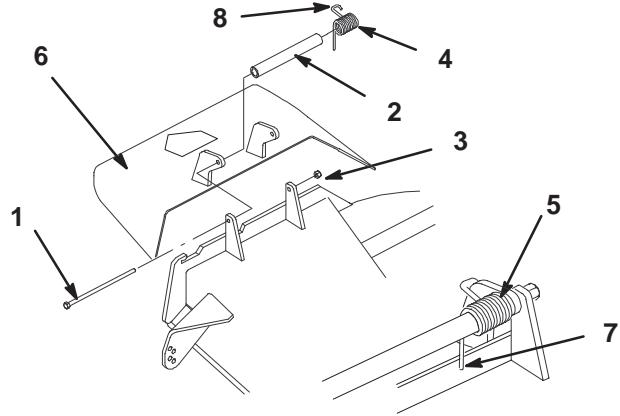

Bild 64
1. Entfernen Sie die Sicherungsmutter, Schraube, Feder und das Distanzstück, mit denen das Ablenkblech an den Schwenkbügeln abgesichert ist (Bild 64). Entfernen Sie beschädigte und abgenutzte Ablenkbleche.
Hinweis: Stellen Sie sicher, dass sich das gerade Ende der Feder hinter der Schneidwerkskante befindet, bevor Sie die Schraube einführen, siehe Bild 64.
3. Montieren Sie die Schraube und die Mutter. Legen Sie das Hakenende der Feder um das Ablenkblech (Bild 64).